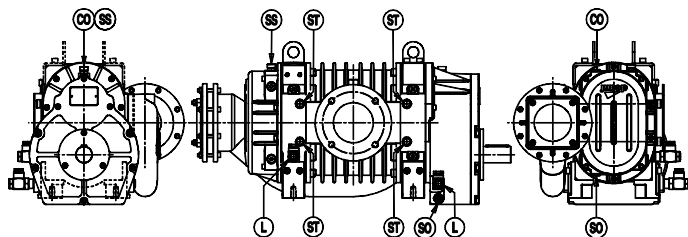

Рис. 4.1
- Обеспечьте достаточное пространство для доступа к отверстию дренажа масла, отверстиям для заполнения и контроля (см Fig. 4.1).